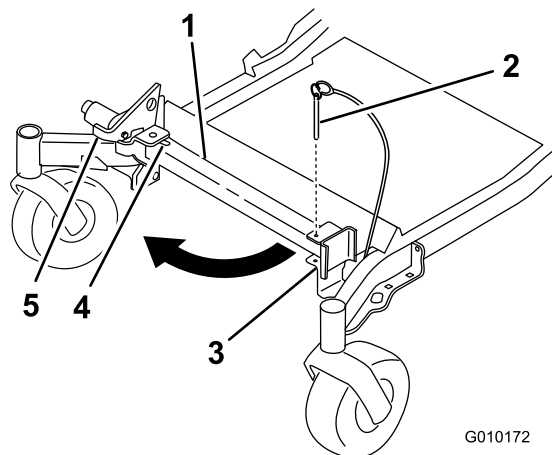
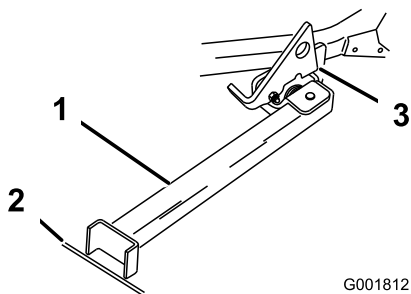

Figure 39
Figure 40
2. Retirez la goupille du support (Figure 39).
3. Soulevez le verrou. Dépliez le pied du support et poussez le support vers la machine dans la base de la fente (Figure 39 et Figure 40).
4. Posez le pied du support sur le sol et appuyez le verrou sur la languette de pivot (Figure 40).
**Remarque:** Pour obtenir de meilleurs résultats, placez le pied du support dans des fissures du trottoir ou du gazon (Figure 40).
6. Montez la machine sur le support. Arrêtez-vous quand le verrou retombe sur la languette en position verrouillée (Figure 40). Une fois la machine en place sur le support, serrez le frein de stationnement et coupez le moteur.
5. Ramenez le support à sa position de repos (Figure 39).